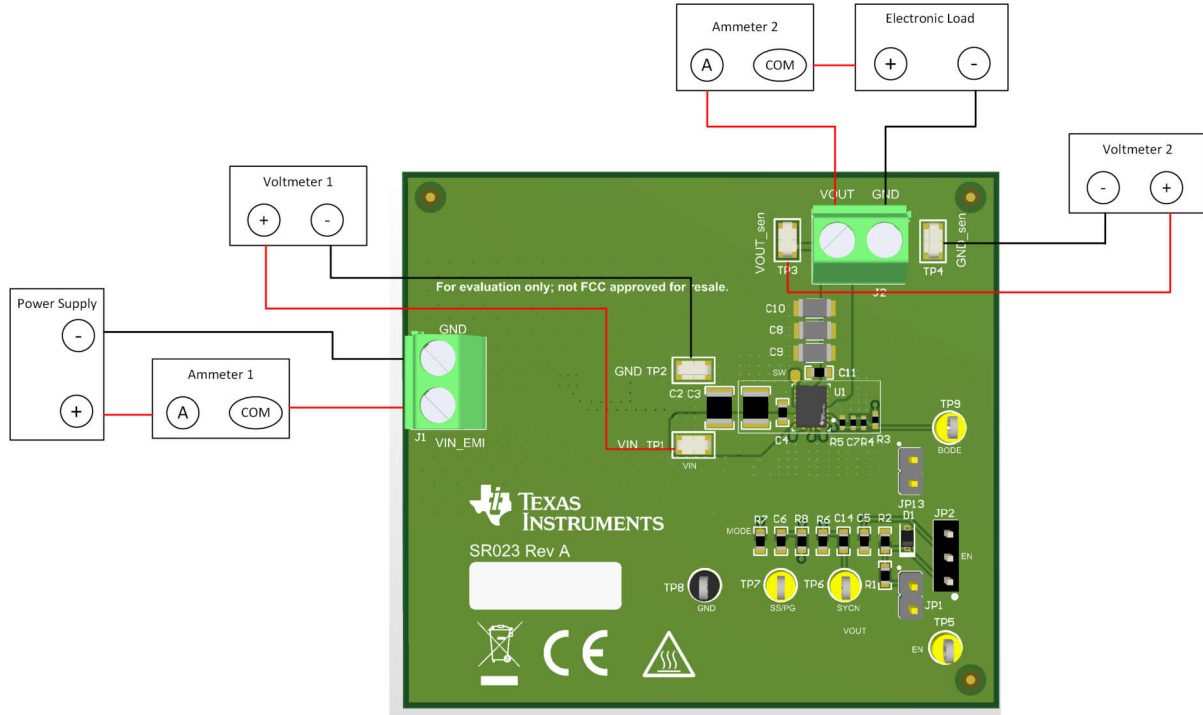

图 2-1. EVM 测试设置
参考表 2-1 所述的 EVM 连接，建议用于评估 TPSM843388 的测试装置如图 2-1 所示。在提供 ESD 保护的工作站上工作时，请确保在处理 EVM 之前已连接所有腕带、靴带或垫子以使用户接地。
1. 在连接直流输入源之前，将输入电源的电流限值设置为最大 0.1A。确保输入源最初设置为 0V 并连接到 J1 的 VIN_EMI 和 GND，如图 2-1 所示。